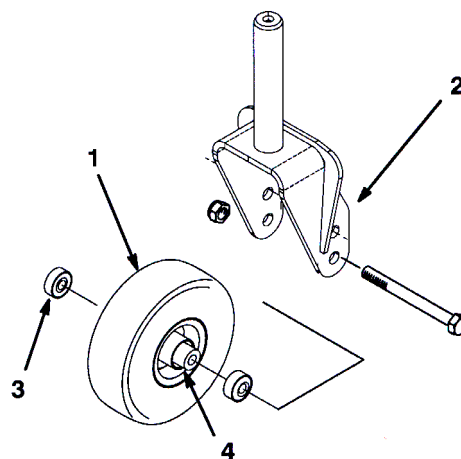

図28
1. キャスト・ホイール・アセンブリをキャスト・フォークの間に保持しているロックナット (図28) を外す。(Fig. 28)キャスト・ホイールをつかんでおいて、キャップスクリューをフォークまたはピボット・アームから抜き取る。
2. ホイールのハブからベアリングを外して、ベアリング・スペーサを床に落とす (図28)。ホイール・ハブの反対側にあるベアリングを取る。